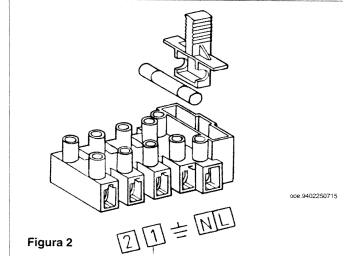

Figura 2
- accedere alla morsettiera di alimentazione (figura 2) come descritto al capitolo precedente;
- togliere il ponticello presente sui morsetti (1) e (2);
- acceder al tablero de bornes de alimentación (figura 2) como descrito en el capítulo precedente;
- remover el puente sobre los bornes (1) y (2);